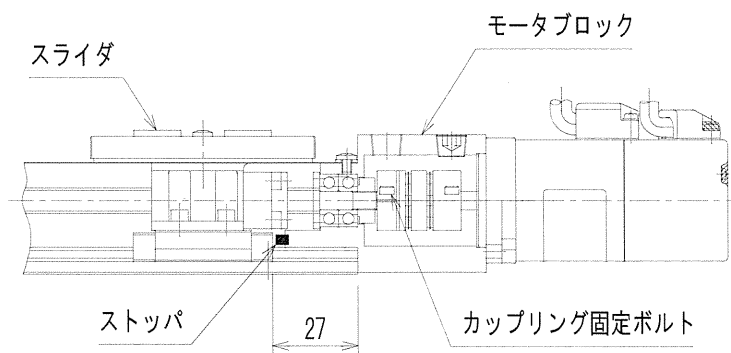

図 5. 4-4
- (6) パラメータ 1 のサーボゲイン (位置/速度) を “0” に設定してください。設定方法は基本編 11. 3. 3 項を参照してください。
- (7) パラメータ 2 の原点復帰方式の値を 3 に設定してください。
- (8) 原点復帰動作を行い、モータが停止した後にスライダを手動でブロック端面から 27mm の距離位置に移動させてください。(図 5. 4-3 参照)
- (10) 再度、電源をONしサーボゲイン (位置/速度) をもとに戻し、パラメータ 2 の原点復帰方式の値を 2 に設定してください。
- (11) 電源OFF→ON後、原点復帰をして図 5. 4-3 のようになるか確認してください。
- (12) ■4. 1 (3) に従い、軸本体にサイドカバーを取り付けます。
- (13) モータブロック上面のネジ穴に取り外した、六角穴付テーパねじプラグを締め込んで、穴を塞いでください。